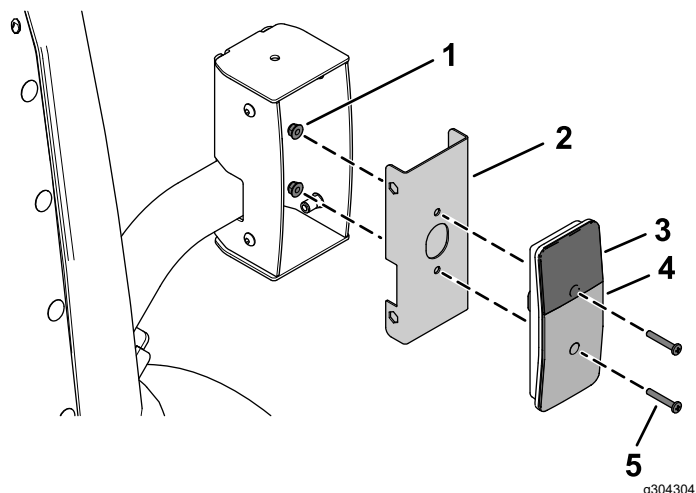

Figure 30
6. Fixez les feux arrière sur les supports intérieurs à l'aide de 4 vis à tête tronconique (n° 10 x 1¼") et 4 écrous à embase (n° 10), comme montré à la Figure 30.
Veillez à monter les feux arrière avec le verre jaune en haut (Figure 30 et Figure 31).